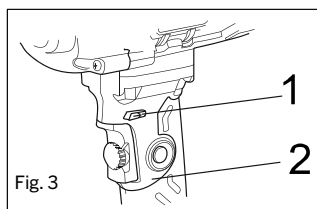

Fig. 3
Le bouton de marche avant/arrière (1) est monté immédiatement au-dessus de l'interrupteur à gâchette de la poignée de la perceuse (2) (Fig. 3). Pour faire tourner la perceuse dans le sens horaire pour le perçage, appuyez sur le bouton de marche avant/arrière vers la gauche. Pour faire tourner la perceuse dans le sens antihoraire, appuyez sur le bouton de marche avant/arrière vers la droite.